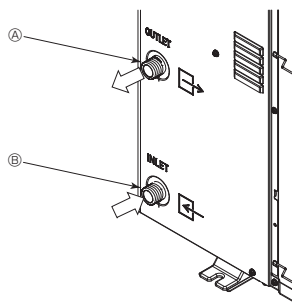

Fig. 6-1
6.1. Povezivanje cevodova za vodu (Fig. 6-1)
- Položaj ulazne i izlazne cevi prikazan je na Fig. 6-1.
[Fig. 6-1]